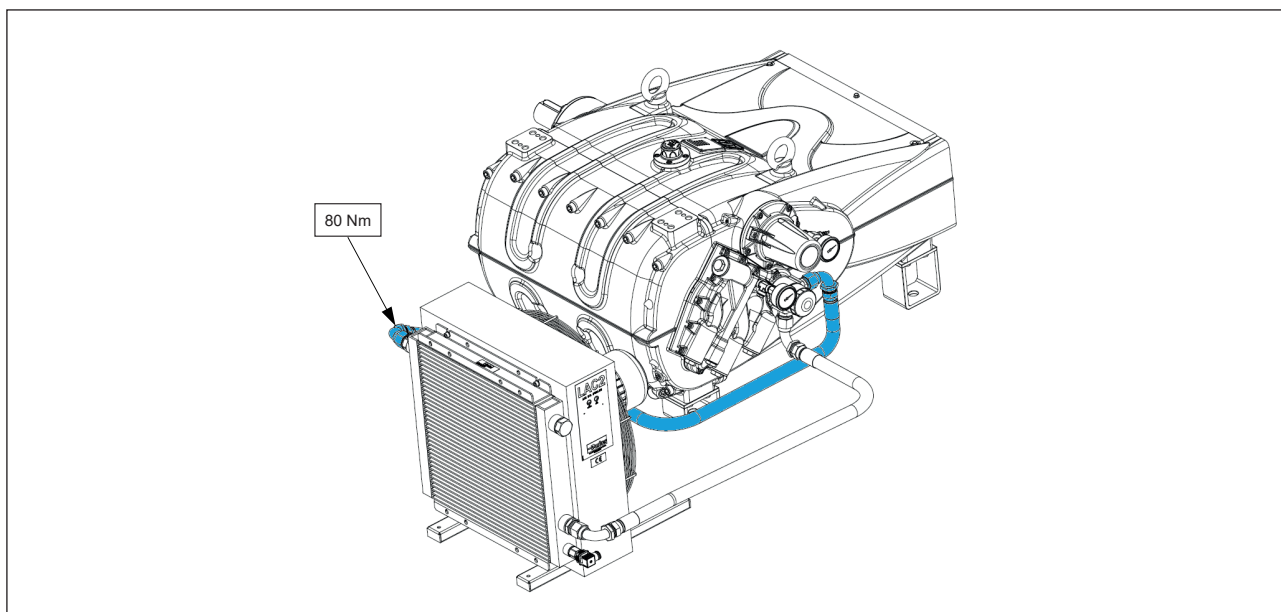

Fig. 16
3. Raccorder ensuite le deuxième tuyau par le biais du coude à 90° au raccord positionné à la sortie de l'échangeur, situé sur le côté opposé, en haut de celui-ci (voir Fig. 16). Serrer au couple de 80 Nm